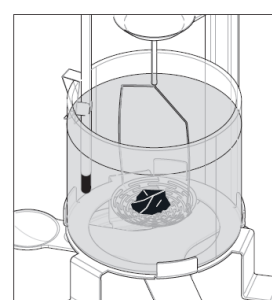

Figure 4.2-3
- Ouvrez les portes du paravent, placez le solide dans le support (voir figure 4.2-3). Assurez-vous qu'aucune bulle d'air n'adhère au solide (éliminez les bulles d'air avec une brosse fine).